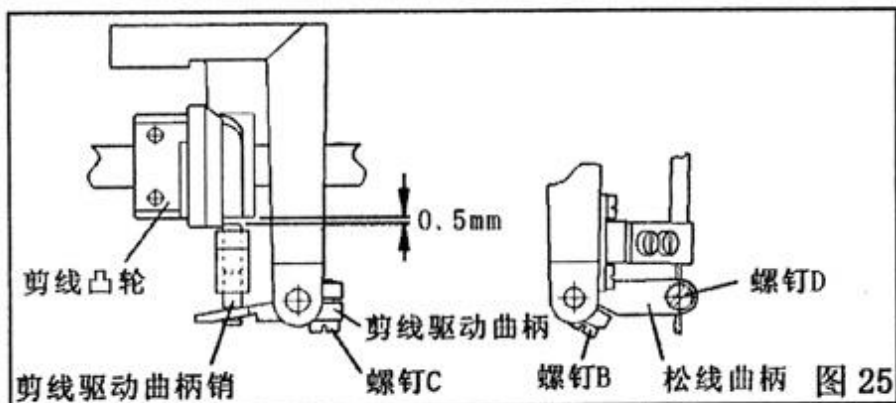

图 25
3) 剪线驱动曲柄销与剪线凸轮间隙的调整 (图 25):
6) 夹线板松线间隙的调整 (图 25):